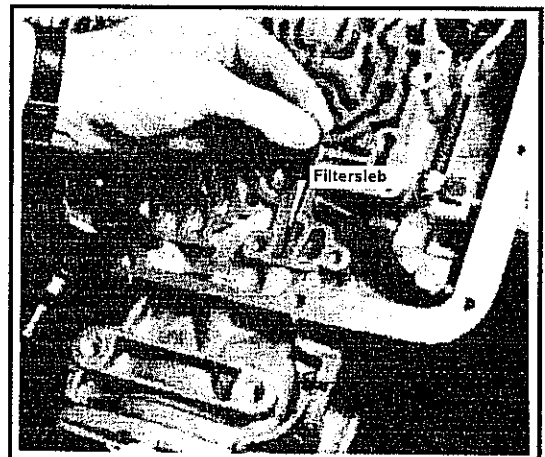

Abb. 10-150 Einbau des Filtersiebs am Zulauf zum Getrieberegler
- Das Filtersieb zum Getrieberegler einsetzen. Siehe hierzu Abb. 10-150.